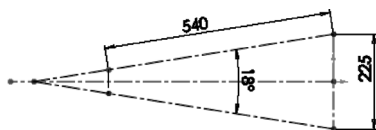
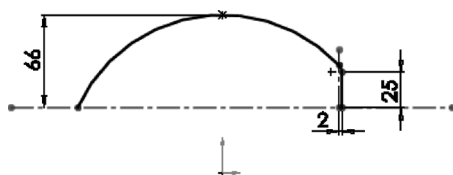

图 6-129 绘制草图 1
图 6-130 绘制草图 2
STEP 1 新建一零件类型的文件，然后选择“前视基准面”绘制如图 6-129 所示的草绘图形。
STEP 2 在“右视基准面”中绘制如图 6-130 所示的草绘图形，此图形与图 6-129 所示图形的关系，可参考图 6-131b 所示图形。
STEP 3 创建与“右视基准面”平行且经过图 6-129 中横线的基准面，然后在其中绘制如图 6-131a 所示的草绘图形（同样可参考图 6-131b 所示图形来定义其位置）。